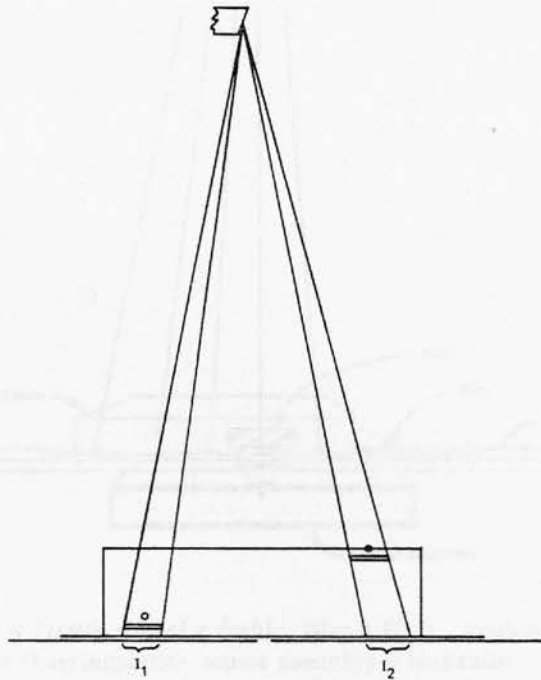

Abb. 1-a Vergrößerungseffekt:  $I_2 > I_1$
- a) Höheneinstellung der Filmunterlegplatte wählen (Abb. 1)
Abb. 1-b Auswirkungen der Größe der Röntgenstrahlenquelle sowie des Abstandes zwischen Film und Objekt auf die Bildauflösung. Bei den meisten Objektstärkebereichen resultiert aus der kleinen Brennfleckgröße kein sichtbarer Bildauflösungsverlust. Bei sehr dicken Radiographieobjekten sollte die Filmunterlegplatte in die niedrigste Position geschoben werden.